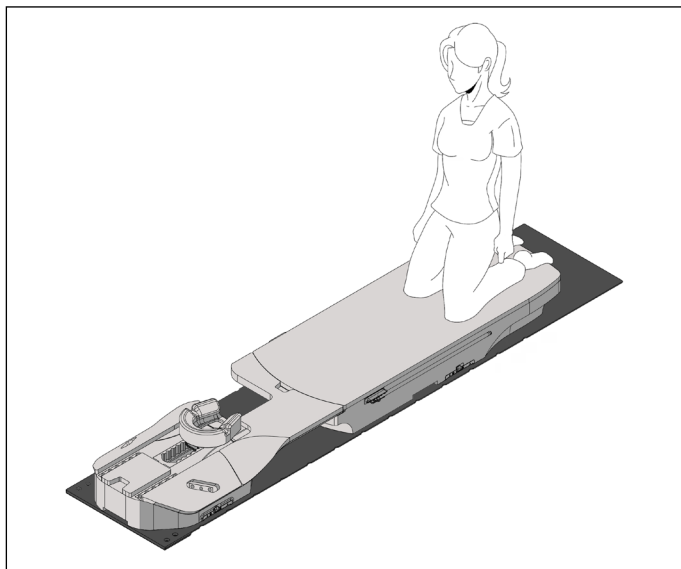

Figure 12
2. Une fois la patiente sur l'insert, lui faire aligner les genoux sur les repères du matelas. (Figure 12)